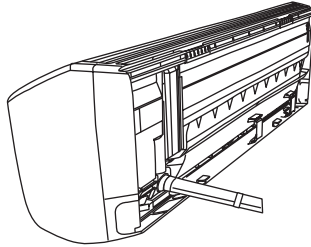

图7
(1) 当要把铜管从后面引出时，将铜管、排水管和连接电缆一起用附件 ⑪ 胶带绷紧。（图7）